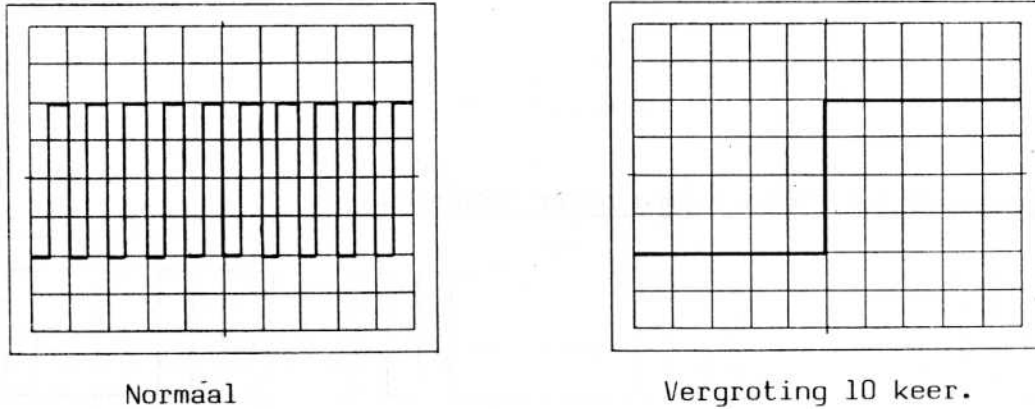

fig. 19
5.3.3. De versterker heeft tot taak de zaagtandspanning tot de juiste waarde te versterken. (ca. 200 Vtt). Deze spanning hebben we nodig om een lijn over de volle breedte van het scherm te verkrijgen. In deze versterker zijn tevens de "POSITION" regelaar en de "PULL X 10 MAG" (25) ondergebracht. Met behulp van de "POSITION" kunnen we de lijn (signaal) in horizontale richting verschuiven. De "PULL X 10 MAG" zorgt voor een extra 10 maal versterking in de X-versterker. Hierdoor vergroten we het signaal in horizontale richting 10 maal zonder dat de "TIME/DIV" schakelaar wordt verdraaid. (fig. 19).